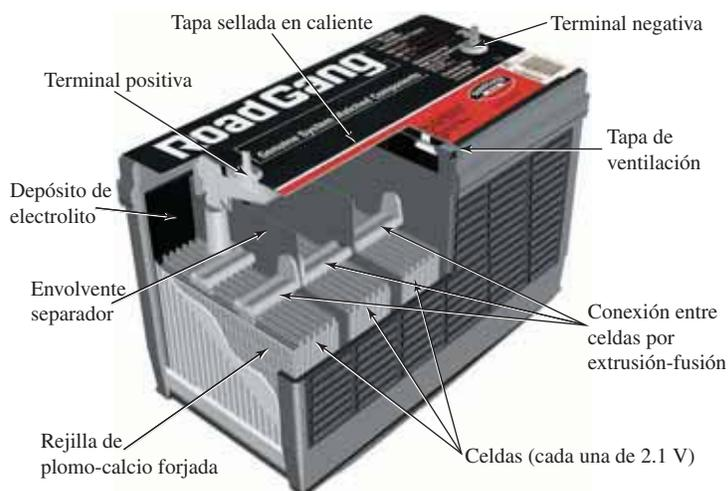

FIG. A2.14
**Plomo-ácido:** La batería de 12 V de la figura A2.14, de uso común en automóviles, tiene un electrolito de ácido sulfúrico y electrodos de plomo esponjoso (Pb), y peróxido de plomo ( $PbO_2$ ). Cuando se aplica carga a sus terminales, se transfieren electrones del electrodo de plomo esponjoso al electrodo de peróxido de plomo a través de la carga. Esta transferencia de electrones continúa hasta que la batería se descarga por completo. El tiempo
El rendimiento de una celda de almacenamiento de plomo durante la mayor parte de la fase de descarga es de aproximadamente 2.1 V. En las baterías de almacenamiento de plomo comerciales utilizadas en automóviles, seis celdas en serie pueden producir 12.6 V, como se muestra en la figura A2.14. Por lo común, las baterías de almacenamiento de plomo-ácido se utilizan en situaciones en las que se requiere una alta corriente durante periodos relativamente cortos. En algún tiempo todas las baterías de plomo-ácido contaban con ventilación. Los gases creados durante el ciclo de descarga podían escapar, y los tapones de ventilación permitían reponer el agua o el electrolito, y verificar el nivel del ácido con un hidrómetro. El uso de una rejilla hecha de aleación de plomo y calcio forjada, en lugar de la rejilla de plomo-antimonio fundida que se usaba comúnmente, ha dado por resultado baterías que no requieren mantenimiento, como la que se muestra en la figura A2.14. La estructura de plomo-antimonio era susceptible a la corrosión, a la sobrecarga, a la creación de gases, al consumo de agua y a la autodescarga. El diseño mejorado con rejilla de plomo-calcio ha eliminado o reducido sustancialmente la mayoría de estos problemas.